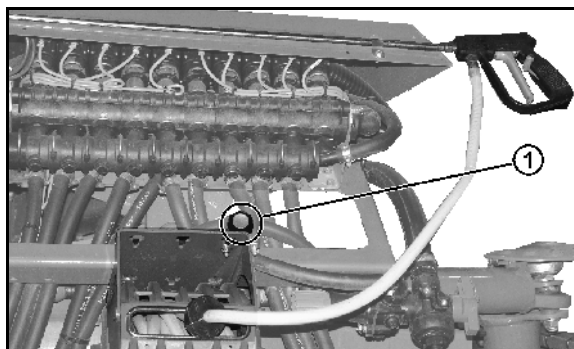

Рис. 119
- во включенном состоянии обеспечивает постоянную циркуляцию жидкости в распределительном трубопроводе. Для этого за каждой секцией закреплен специальный шланг для подсоединения к промывочному контуру (Рис. 119/1);
- по одному шлангу для подсоединения к промывочному контуру (Рис. 119/1) на секцию;